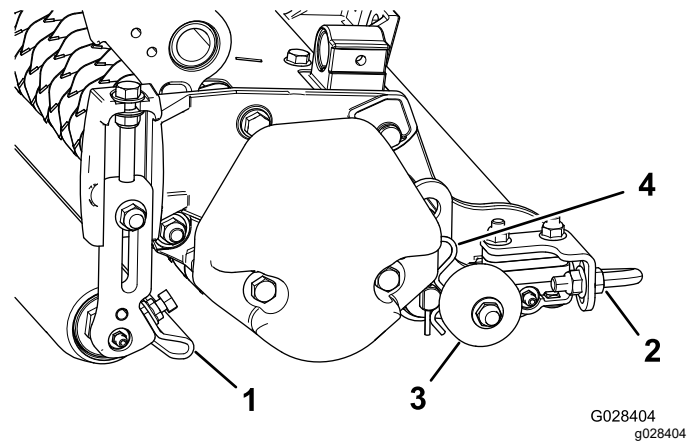

Figura 11
1. Allentate i dadi flangiati che assicurano i raschiarulli (Figura 11).
Importante: Prima di abbassare i verticutter fino al pavimento o prima di rimuoverli dalla macchina, abbassate le ruote di trasferimento (Figura 11) per proteggere le lame dal contatto con la superficie dura.